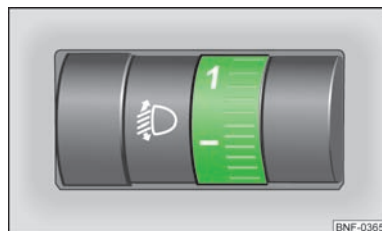

Abb. 22
- Den Drehregler » Abb. 22 auf die gewünschte Leuchtweite drehen.